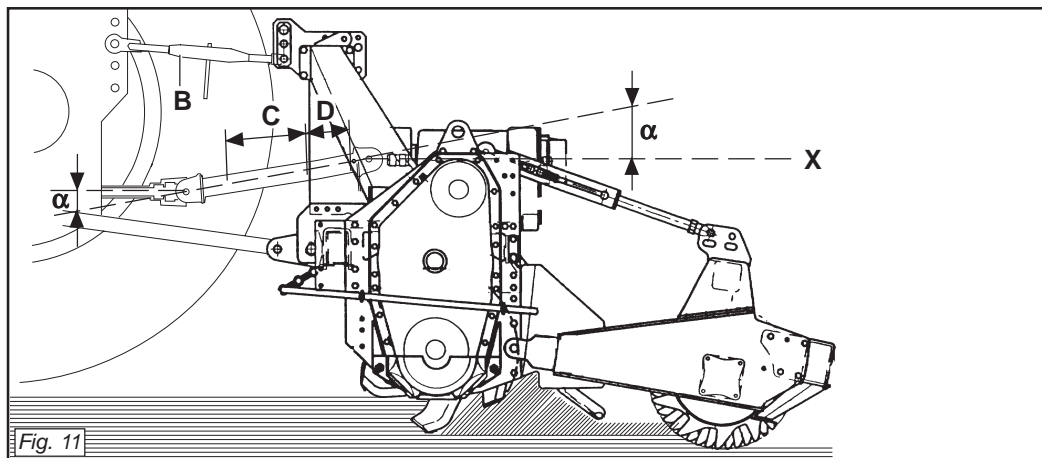
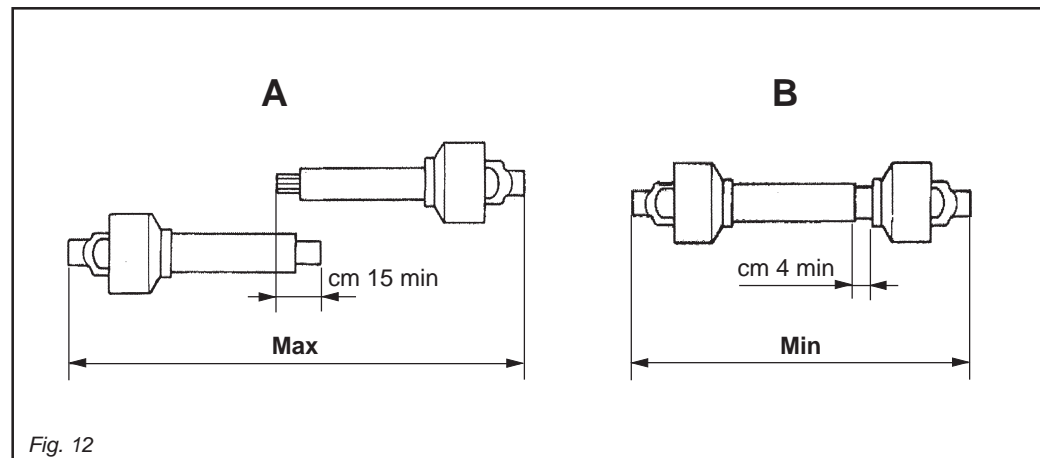

Fig. 11
Fig. 12
Per fare ciò aumentare o diminuire la lunghezza della barra superiore dell'attacco (B Fig. 11) in modo da portare l'asse (X Fig. 11) della ghiera scanalata della scatola parallela al suolo.
- I due angoli (α Fig. 11) formati dalle assi delle forcelle e l'asse dei tubi scorrevoli saranno uguali e non dovranno superare i 10°.
- La copertura (C Fig. 11) dei tubi scorrevoli deve essere di 15 cm minimo (Fig. 12).
- I due tubi dell'albero di trasmissione a cardano non si devono ricoprire completamente, una corsa di sicurezza (D Fig. 11) di 4 cm minimo deve sussistere.
To achieve this, increase or decrease the length of the top bar of the hitch (B Fig. 11) so as to set the axis (X Fig. 11) of the housing's grooved ring nut parallel to the ground.
- *The two angles (α Fig. 11) formed by the fork axes and the axis of the sliding tubes will be equal and must not exceed 10°.*
- *The sliding tubes (C Fig. 11) must overlap by at least 15 cm (Fig. 12).*
- *The two tubes of the driveline shaft must not fully overlap. There must always be a safety travel (D Fig. 11) of at least 4 cm.*
Um dies zu erhalten, die Länge der oberen Kupplungsstange (B Abb. 11) erhöhen oder verringern, bis die Achse (X Abb. 11) der Keilmutter des Gehäuses parallel zum Boden steht.
- Die beiden Winkel (α Abb. 11), die aus den Achsen der Gabeln und der Achse der Gleitrohre bestehen, müssen gleich groß sein und dürfen auf keinen Fall größer als 10° sein.
- Die Überdeckung (C Abb. 11) der Gleitrohre muss mindestens 15 cm ausmachen (Abb. 12).
- Die beiden Rohre der Gelenkwelle dürfen sich nicht ganz überdecken. Es muss noch einen Sicherheitshub (D Abb. 11) von mindestens 4 cm geben.
Pour obtenir cette condition augmenter ou diminuer la longueur de la barre supérieure de l'attelage (B Fig. 11) de manière à ce que l'axe (X Fig. 11) de la bague cannelée de la boîte soit parallèle au sol.
- *Les deux angles (α Fig. 11) formés par les axes des fourches et l'axe des tubes coulissants doivent être identiques et ne doivent pas dépasser 10°.*
- *La couverture (C Fig. 11) des tubes coulissants doit être au minimum de 15 mm (Fig. 12).*
- *Les deux tubes de l'arbre de transmission à cardans ne doivent pas se recouvrir complètement, il doit rester une course de sécurité (D Fig. 11) de 4 cm au minimum.*
Para ello aumentar o disminuir la longitud de la barra superior del enganche (B Fig. 11) en modo de llevar el eje (X Fig. 11) de la tuerca ranurada de la caja paralela al terreno.
- Los dos ángulos (α Fig. 11) formados por los ejes de las horquillas y el eje de los tubos corredizos serán iguales y deberán superar los 10°.
- La cobertura (C Fig. 11) de los tubos corredizos debe ser como mínimo de 15 cm (Fig. 12).
- Los dos tubos del árbol de transmisión de cardán no se deben cubrir completamente, debe quedar una carrera de seguridad (D Fig. 11) de 4 cm como mínimo.
- Gli angoli (α Fig. 11) dei cardani non devono essere superiori a 40° (Fig. 11). Se non si raggiungono questi due risultati:
Quando esso è inserito al massimo, il gioco minimo consentito deve essere di 4 cm. (Fig. 12).
- The angles (α Fig. 11) of the drivelines must not exceed 40° (Fig. 11).
When fully inserted, the minimum play must be 4 cm. (Fig. 12).
- Die Winkel (α Abb. 11) der Gelenkwellen dürfen nicht größer als 40° sein (Abb. 11).